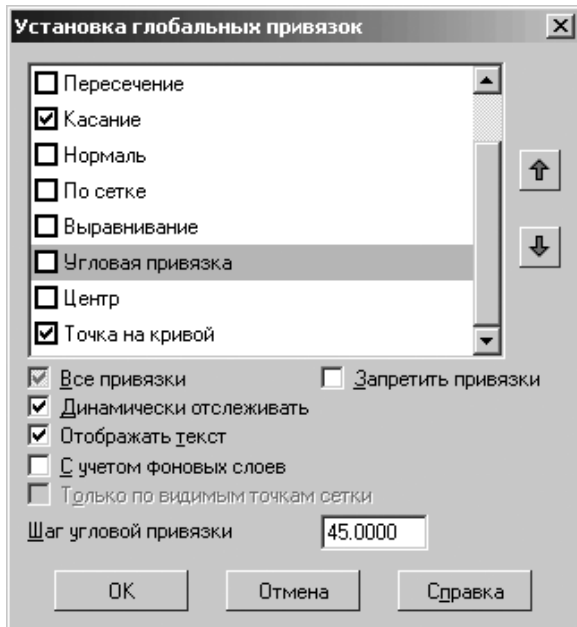

Рис. 4.8. Диалоговое окно **Установка глобальных привязок**
- щелкните по кнопке **ОК**. Это диалоговое окно показано на рис. 4.8.